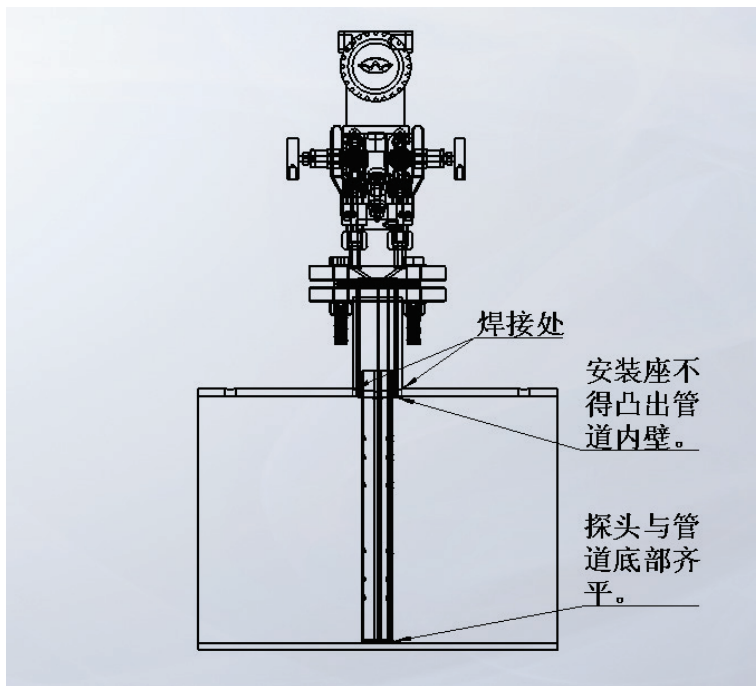

图 6
- (1) 根据直管段要求及测量介质选择工艺管道上的安装位置并确定均速管流量计安装方向。
- (2) 在确定好均速管流量计的安装位置和方向，在管道上开孔。
- (3) 根据均速管流量计探头迎面对流体方向，先用点焊的方法将下法兰安装座焊接两个点（注意探头底部与管道底部齐平），下法兰的底部不能凸出管道内径，上部与管道平行，校正下法兰安装座位置，要求下法兰轴心线通过管道圆心，校正完后再将下法兰安装座全部焊接完毕。
- (4) 将密封垫片安放在法兰上后，在将均速管流量计整体插入，旋紧螺丝即可。如下图 6 所示：